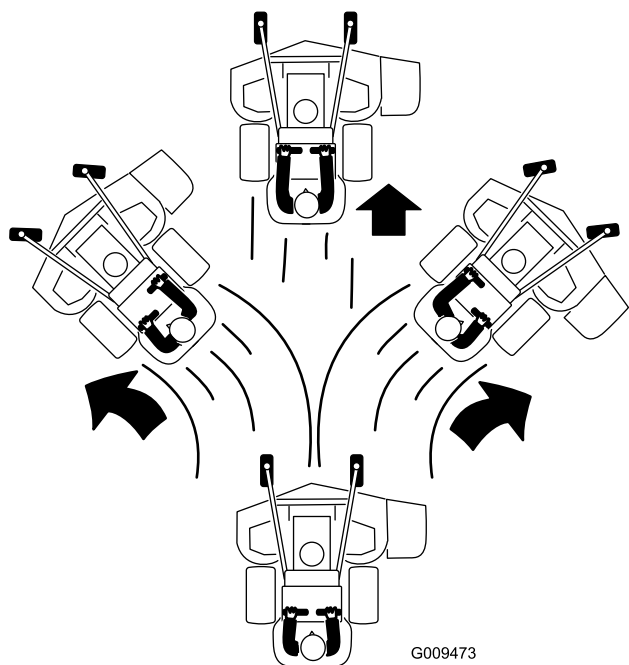

Figure 20
3. Poussez lentement les leviers de commande de déplacement vers l'avant (Figure 20).